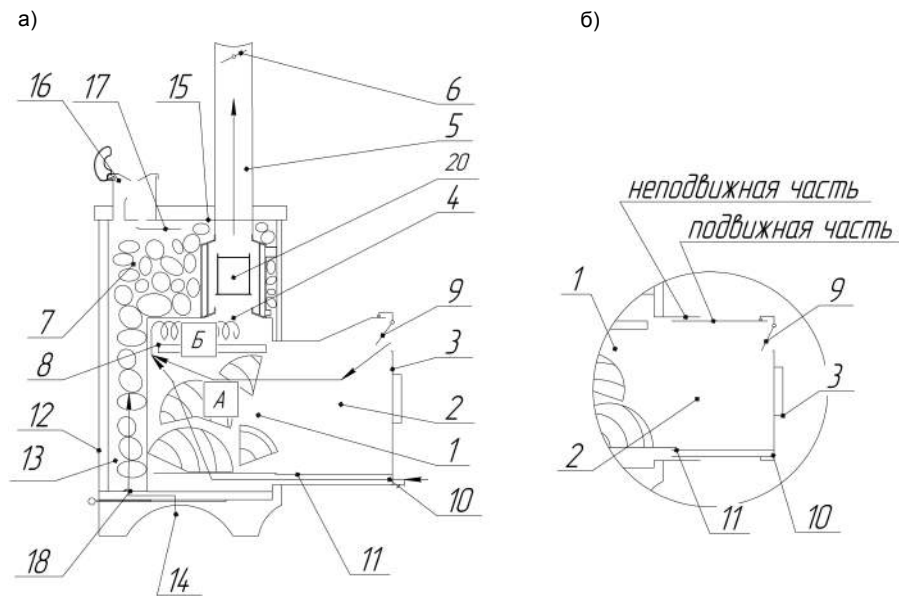
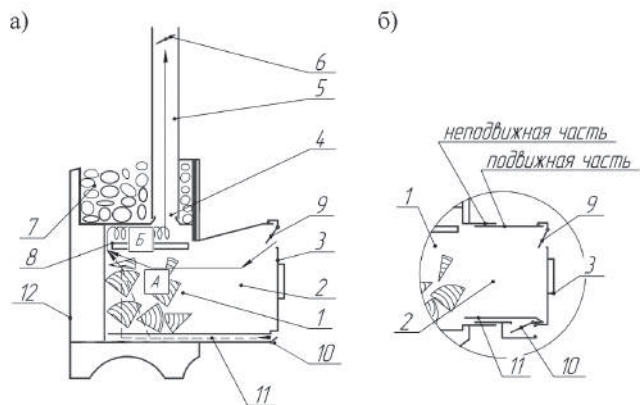

Рисунок 5.1.1. Принципиальные схемы.
Рисунок 5.1.2. Принципиальные схемы.
5.1. Печи для бани (рис. 5.1.1. и рис. 5.1.2. а) включает следующие основные элементы: топка (1), тоннель (2), дверца (3), выходной патрубок (4), дымоотводящий канал (5) с шибером (6) и емкость (7) для камней. В топке (1) смонтирован дымовой зуб-завихритель пламени (8). Основной воздухозаборник (9) с регулируемой заслонкой расположен в верхней части дверцы (3), над экраном. Дополнительный воздухозаборник (10) с регулируемой заслонкой установлен внизу тоннеля (2). Там же смонтирован воздушный канал (11). Топка (1) и каменка (7) имеют общий защитный декоративный кожух (12). Подача воздуха в зону горения и регулирование интенсивности горения осуществляются через основной (9) и дополнительный (10) воздухозаборники. Шибер (6) предназначен для перекрытия дымового канала в неработающей печи.
Предусмотрен вариант исполнения телескопического тоннеля (рис. 5.1.1. б). Во время монтажа печи подвижную часть тоннеля фиксируют в стене и герметизируют.
1. Тоннель (2) проходного сечения выполнен из жаропрочной нержавеющей стали. Предусмотрены два варианта исполнения тоннеля: цельнометаллический (рис. 5.1.1. а) и телескопический (рис. 5.1.1. б). Телескопический тоннель облегчает монтаж печи, однако в такой тоннель можно установить светопрозрачный экран лишь небольшого размера (200x180 мм). В цельнометаллическом тоннеле увеличивают входное окно, следовательно, в него можно установить экран большего размера (340x310 мм). В тоннеле снизу смонтирован дополнительный воздухозаборник, который предназначен для более интенсивного дожига дров в самой нижней части топki на завершающей стадии горения.
9.1. Перед растопкой **откройте** шибер (6) и воздухозаборник(9) и закройте воздухозаборник (10) (см. рис. 5.1.1.)